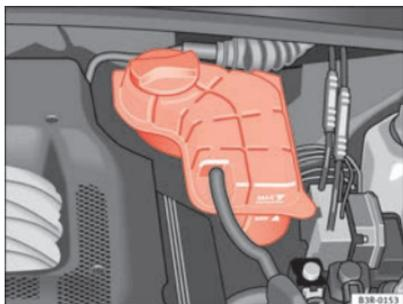

Fig. 168 Vano motore:
- Controllare il livello del liquido di raffreddamento nel serbatoio ⇒ fig. 168. A motore freddo il livello deve essere compreso tra i contrassegni "min" e "max". A motore caldo può anche trovarsi leggermente al di sopra del contrassegno "max".
- Coprire con uno straccio il tappo del serbatoio di compensazione del circuito di raffreddamento ⇒ fig. 168 e svitarlo **con cautela** in senso antiorario ⇒ ⚠.